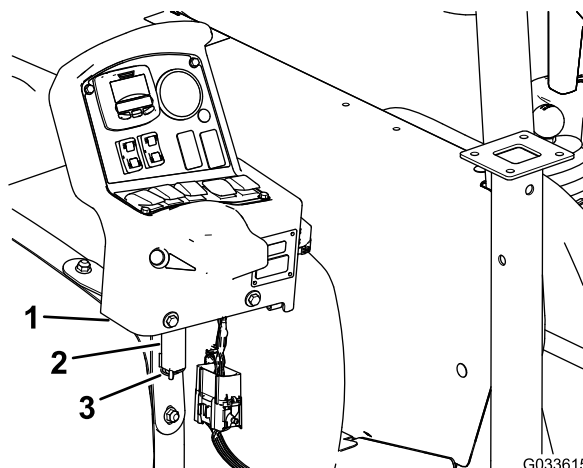

図 132
7. 車両のダッシュボードで、コンソール取り付けブラケットからコンソールを外し、コンソールのピボットピンを、タンクの前ベルトについている保管ブラケットにセットする 図 132; コントロールコンソールを機体に取り付ける (ページ 19)を参照。
8. ブラケットにコンソールを組み付け、ピボットピンをブラケットに入れてヘアピンで固定する (図 132)。